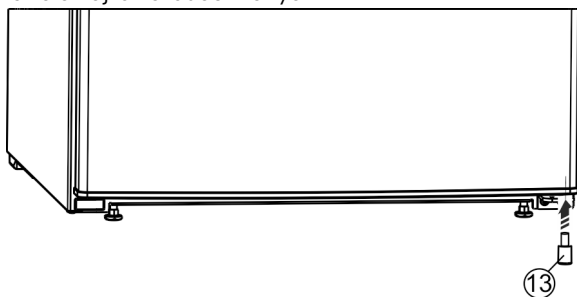

Fig. 25 *
- ▶ A távtartót Fig. 25 (13) helyezze vissza az ajtó jobb alsó részéhez, mivel ez fontos a készülék stabilitásához.*